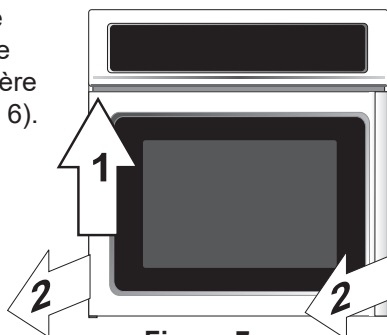

Figure 7
- 4 Insérez le four dans l'armoire. Glissez-le en laissant 1½" (3,8 cm) d'espace entre le four et l'armoire (voir Figure 7). Tirez le câble d'alimentation et passez-le par le trou dans l'armoire pour le diriger vers la boîte de connexion en finissant d'encastrer le four à l'armoire.